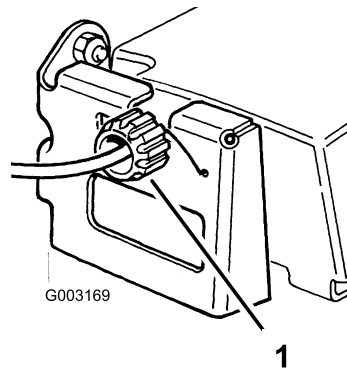

Figure 26
2. Tournez le bouton de commande de 1/2 tour dans le sens horaire si la tondeuse n'avance pas automatiquement. Si la tondeuse a tendance à avancer, tournez le bouton de 1/2 tour dans le sens anti-horaire pour détendre la courroie (Figure 26).